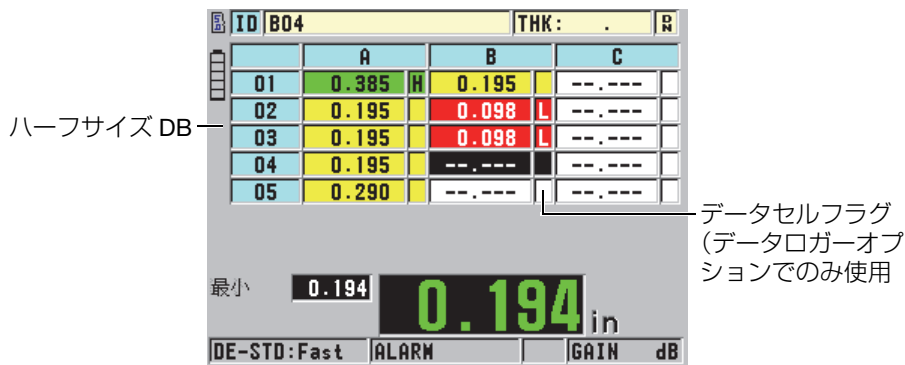

図 9-7 ハーフサイズ DB グリッド
データベースグリッド（DB グリッド）は、2-D データを表にまとめたものです。これにより、ユーザーは ID のプリセットリストを使わなくても、グリッド上で任意方向に自由に移動することができます。次の ID 位置に自動的に増分しないで、矢印キーを使用して希望する位置に移動できます。A-スキャン、DB グリッドおよび厚さ測定値を同時に表示することができます（174 ページの図 9-7 を参照）。厚さ測定値が入る範囲に対応するデータセルフラグおよび背景色を表示するように、グリッドセルを構成することができます。
6. データセルフラグを使用可能なオプションの 1 つに設定して、DB グリッドの各データセルで 1 つのデータフラグを表示します。データセルフラグは、データセルで厚さ値の右側の小さなボックスに表示される文字です（174 ページの図 9-7 を参照）。使用可能なオプションは次の通りです。